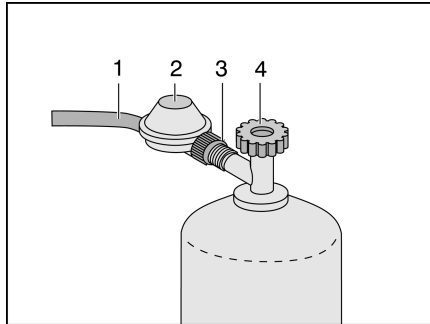

Bild 34 Anschluss Gasflasche
- ▶ Ausschließlich spezielle Gasdruckregler (Bild 34,2) mit Sicherheitsventil für den Einsatz in Fahrzeugen verwenden (im Neufahrzeug-Auslieferungszustand enthalten).
- Haupt-Absperrventil (Bild 34,4) an der Gasflasche schließen. Pfeilrichtung beachten.
- Gasdruckregler (Bild 34,2) festhalten und Rändelmutter (Bild 34,3) öffnen (Linksgewinde).
- Gasdruckregler mit Gasschlauch (Bild 34,1) von der Gasflasche abnehmen.
- Gasdruckregler (Bild 34,2) mit Gasschlauch (Bild 34,1) an die Gasflasche ansetzen und Rändelmutter (Bild 34,3) von Hand fest zudrehen (Linksgewinde).